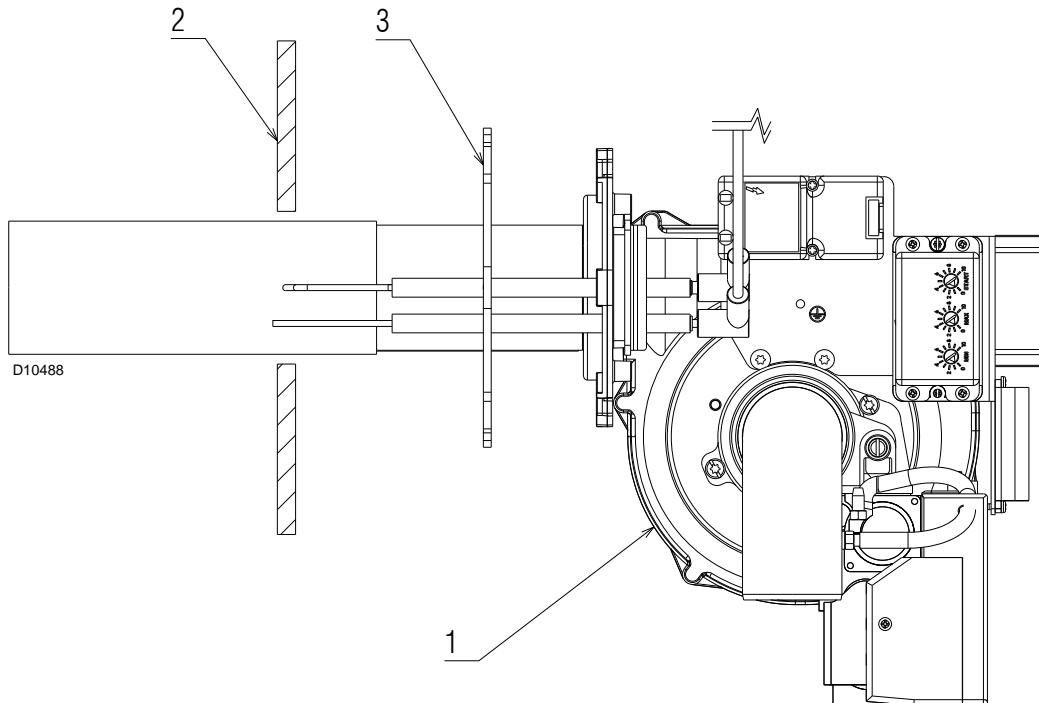

Abb. 9
- Den Brenner 1)(Abb. 9) mit den 4 mitgelieferten Schrauben und (bei Bedarf) den 4 Muttern unter Einfügen der Isolierdichtung 3 an der Heizkesseltür 2) anbringen.